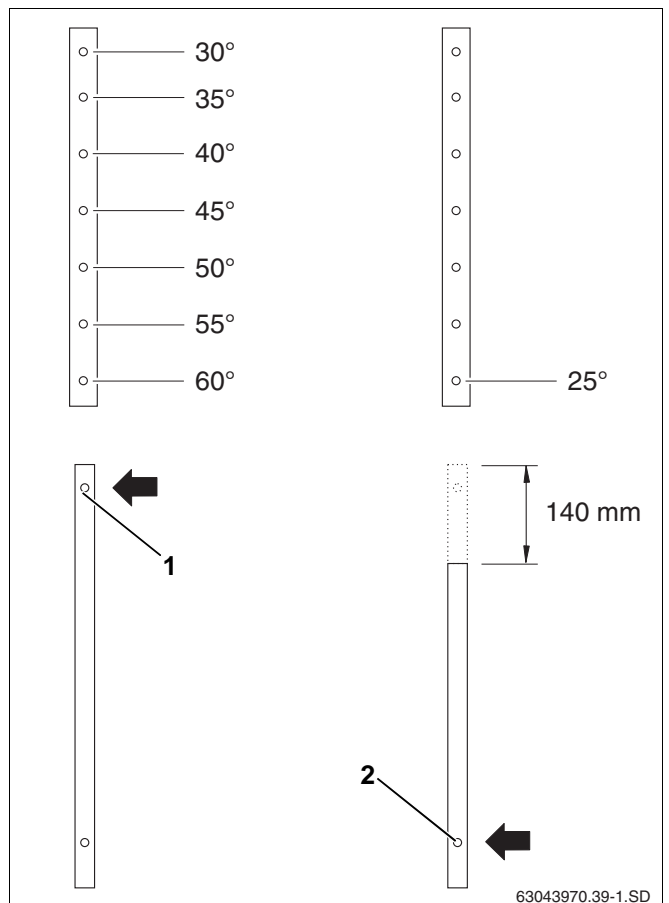
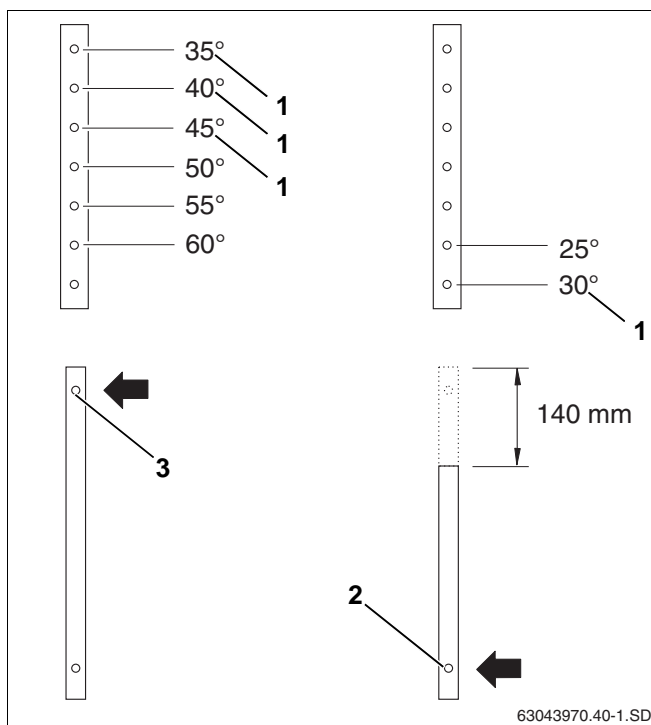

Fig. 12 Indstilling af hældningsvinkel til lodrette solfangere
Fig. 13 Indstilling af hældningsvinkel til vandrette solfangere
- ▶ Vælg hullerne på de øverste og nederste teleskopskinne som vist i fig. 12 og fig. 13.
Brug til den lodrette montering det øverste hul på den nederste teleskopskinne til solfangerhældningsvinklen på 30° til 60° (fig. 12, **pos. 1**).
Til hældningsvinklen på 25° skal den nederste skinne afkortes med 140 mm og det nederste hul benyttes (fig. 12, **pos. 2**).
Brug til den vandrette montering det øverste hul på den nederste teleskopskinne til solfangerhældningsvinklen på 35° til 60° (fig. 13, **pos. 3**).
Til hældningsvinklerne på 25° og 30° skal den nederste skinne afkortes med 140 mm og det nederste hul benyttes (fig. 13, **pos. 2**).
- ▶ Ved facademontage må der kun anvendes positionerne for solfangerhældningsvinklerne 30°, 35°, 40° og 45° (fig. 13, **pos. 1**).